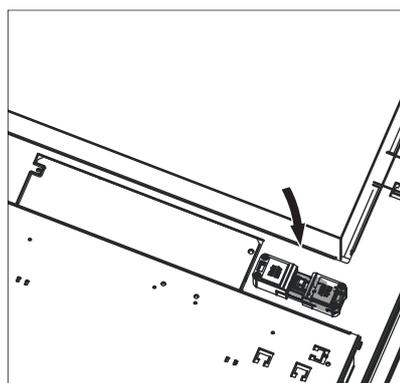

Fig. 61 Débrancher la fiche secteur de l'appareil
- ▶ C'est pourquoi il faut absolument mettre la chaudière hors tension lors de travaux de nettoyage ou de réparation (par ex. en débranchant la fiche de secteur) – Fig. 61.
- ▶ Brancher la fiche secteur de l'appareil – Fig. 61.